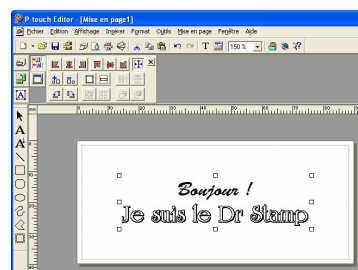

figure 13
- Le texte sélectionné est modifié (voir la figure 13).